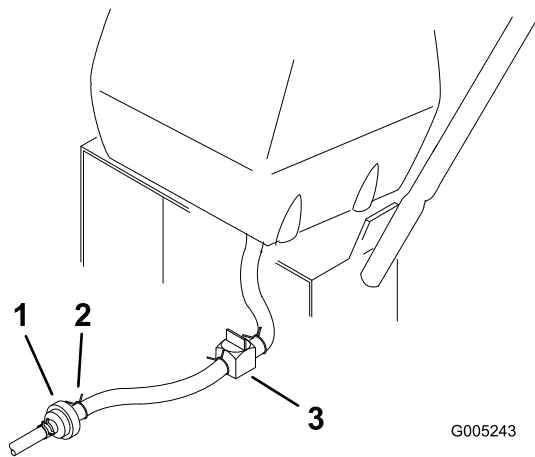

Figura 27
2. Chiudete la valvola d'intercettazione del carburante sul serbatoio del carburante (Figura 27).
3. Premete le estremità della fascetta stringitubo e sfilatela dal tubo del carburante lontano dal serbatoio (Figura 27).
4. Togliete i tubi del carburante dal filtro del carburante (Figura 27). Aprite la valvola d'intercettazione del carburante e lasciate fuoriuscire la benzina in una tanica o bacinella di spurgo.